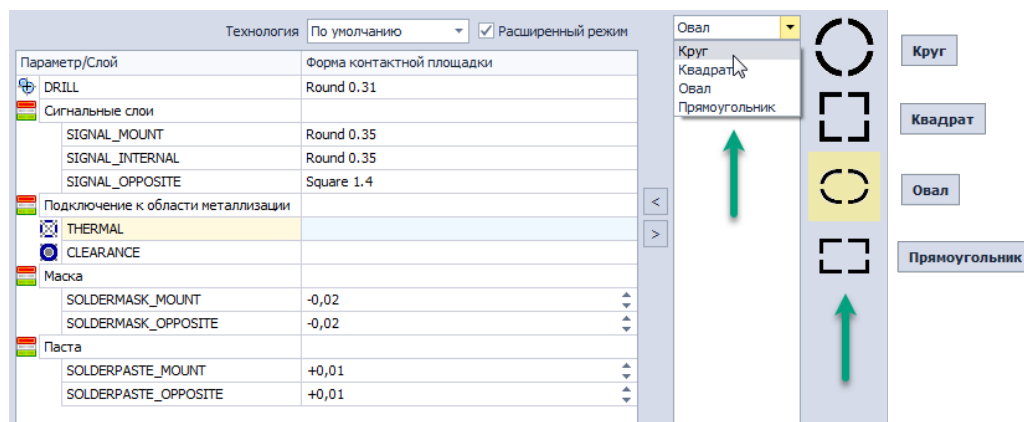

Рис. 68 Добавление формы термобарьера на контактную площадку
- Добавить сформированную форму термобарьера в параметр «THERMAL», нажав кнопку «<»», см. Рис. 68.